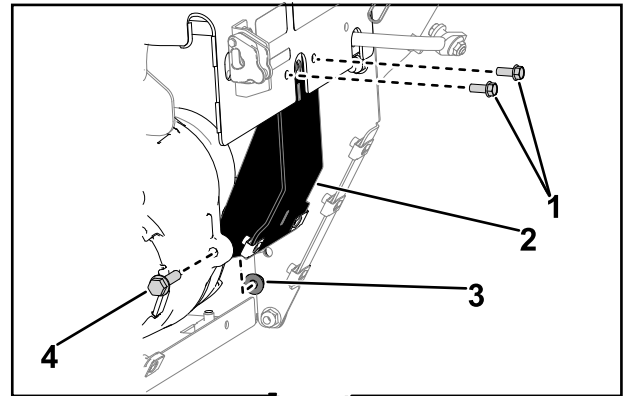

Figura 10
1. Desde la parte trasera de la máquina, retire los 2 tornillos (1/4" x 5/8") que fijan la sujeción de la transmisión hidrostática a la placa superior (Figura 10).
2. Retire el perno (5/16" x 1 1/4") y la contratuerca (5/16") que fijan la parte inferior de la sujeción de la transmisión hidrostática al conjunto de transmisión hidrostática. Retire la sujeción de la transmisión hidrostática de la máquina (Figura 10).